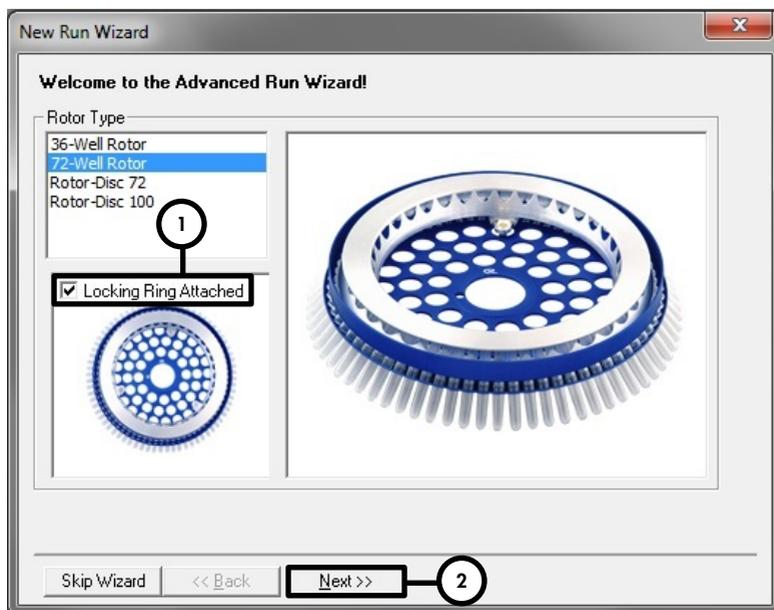

Figura 2. Finestra di dialogo New Run Wizard (Procedura guidata nuovo processo).
7. Nella successiva finestra di dialogo **New Run Wizard** (Procedura guidata nuovo processo) (Figura 2) selezionare la casella **Locking Ring Attached** (Anello di bloccaggio applicato) e cliccare su **Next** (Avanti).